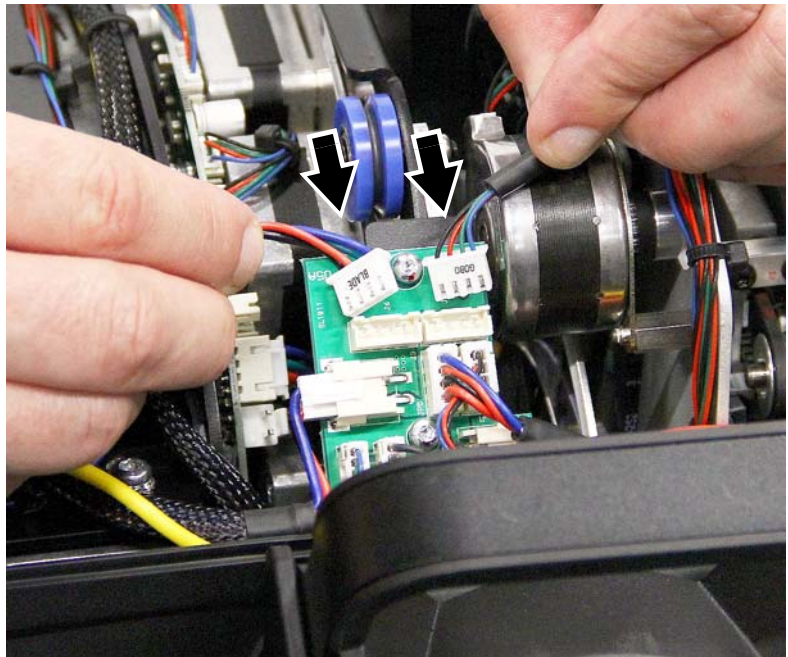

Figure 29: Reconnexion des modules
15. Voir Figure 29. Sur la platine de connecteurs des modules d'effets, connectez comme suit :